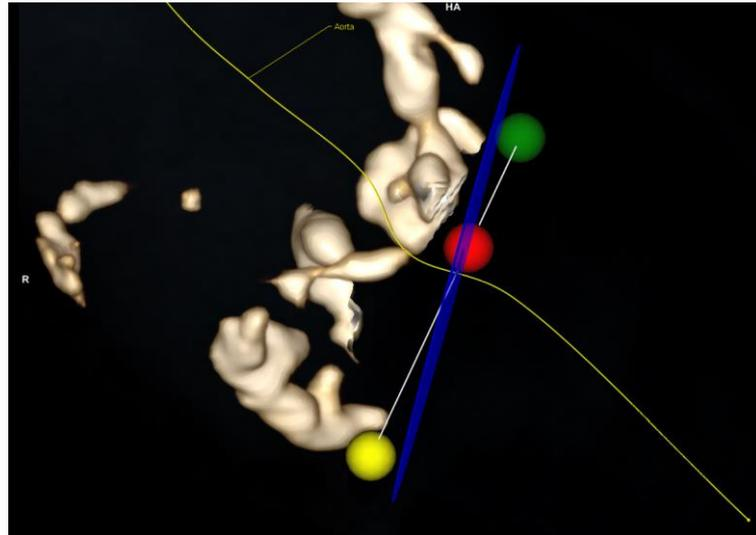

Fig. 1 : Segment VRT avec plan de mesure non aligné angulaire (bleu) et plan de l'anneau (blanc) dans le cas le plus défavorable
Lorsqu'il évalue les dimensions annulaires, l'opérateur doit s'assurer que le plan de mesure est aligné de manière optimale au plan de l'anneau. Il peut vérifier ce point dans le segment VRT comme indiqué dans la Fig. 1. Pour effectuer ce contrôle, l'opérateur doit basculer vers le plan de l'anneau en appuyant sur le bouton « Plan de l'anneau ». Lors de l'activation de l'outil de mesure de diamètre de vaisseau, un plan de mesure bleu s'affiche et peut être comparé au plan de l'anneau blanc. S'ils ne sont pas alignés, comme dans la Fig. 1, toutes les mesures qui utilisent les intersections de reformation planaire courbe risquent d'être inexactes.
**Important :** Si l'opérateur perçoit un écart significatif entre les deux plans, comme le montre la Fig. 1, il est essentiel de n'effectuer aucune mesure dans les segments CPR avec les sections transversales sur le plan de l'anneau.